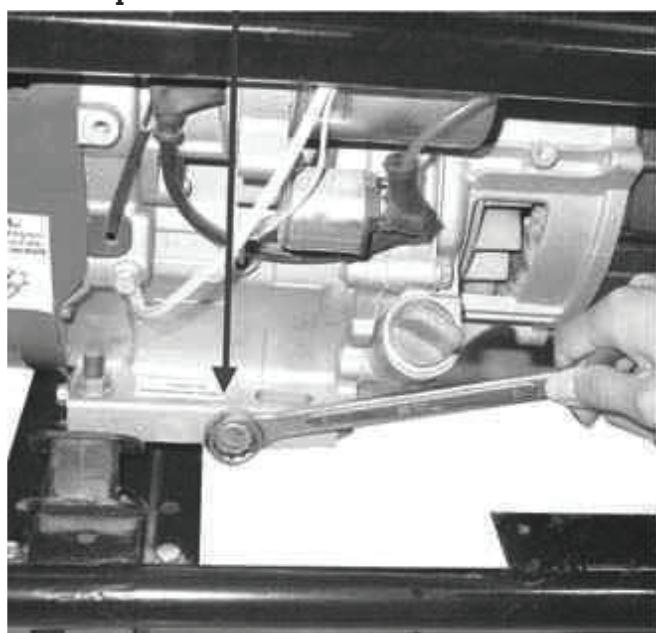

Рис. 4.1.
4. Залейте новое рекомендуемое масло согласно схеме (рис. 4.1) в генератор через горловину 9 до нужного уровня согласно схеме. Для генератора рекомендуется использовать масло для четырехтактного двигателя с вязкостью SAE 10W30.